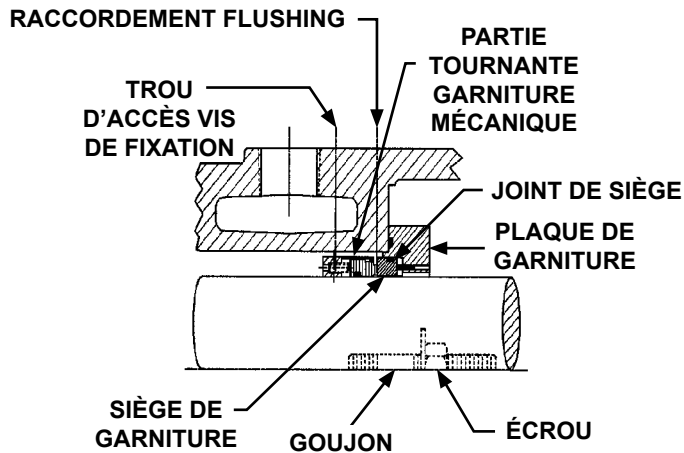

FIGURE 8
2. Joint torique élastomère (**Figure 8, page 9**)
5. Déplacez la partie tournante de la garniture de sorte que les vis d'arrêt soient directement sous les trous d'accès à la garniture sur le côté du support de palier (**Voir Figures 8 and 9**). Serrez soigneusement toutes les vis d'arrêt sur l'arbre.